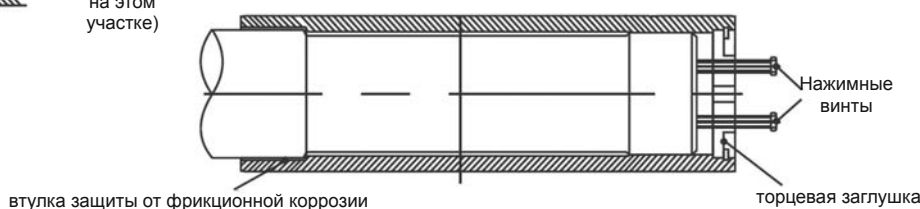

Рисунок 6: Демонтаж редуктора
- 5.6.2.3.3 Снимите редуктор с ведомого вала (смотрите рисунок 6).